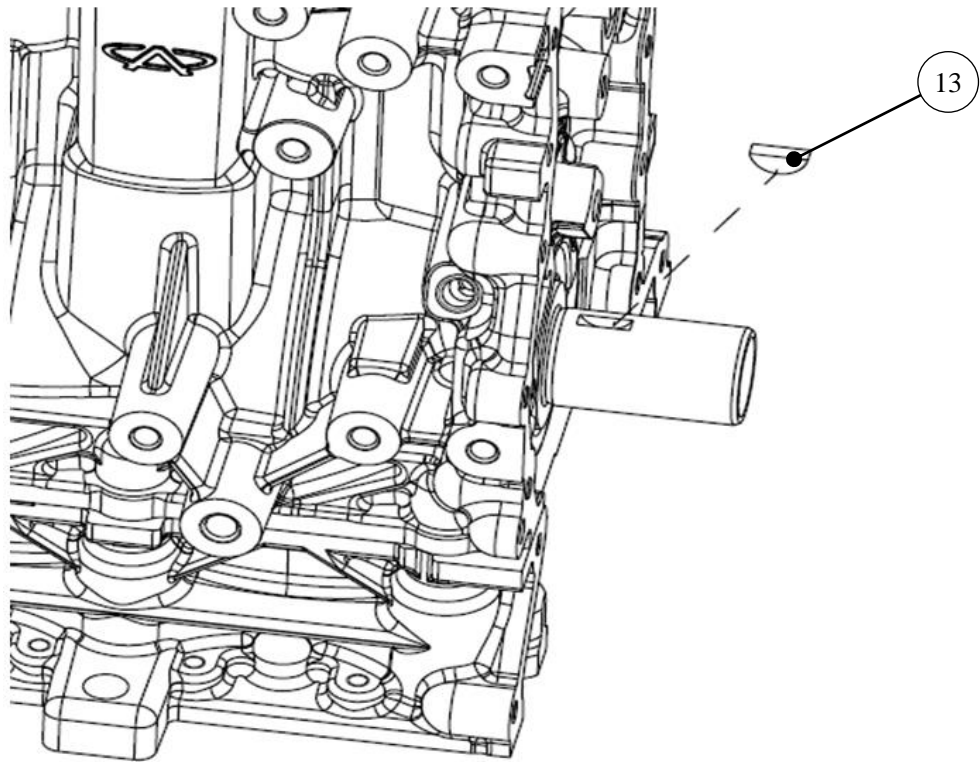

图 C-19 半圆键的装配
- 1)、将半圆键⑬装入曲轴上的半圆键槽中，见图C-19，注意不要磕伤半圆键、曲轴；